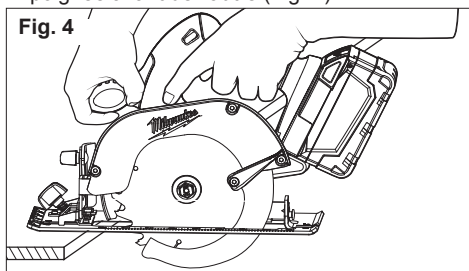

Fig. 4
1. Tracer une ligne de coupe. Placer l'avant du patin sur le bord de la pièce de travail sans toucher la lame. Maintenir la poignée d'une main et la poignée avant de l'autre (Fig. 4).